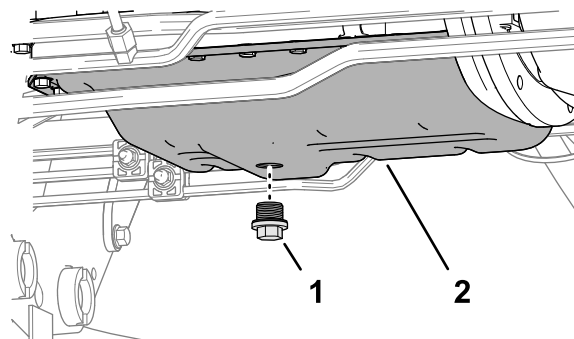

Рисунок 125
4. Снимите пробку сливного отверстия (Рисунок 125) и дайте маслу стечь в сливной поддон.